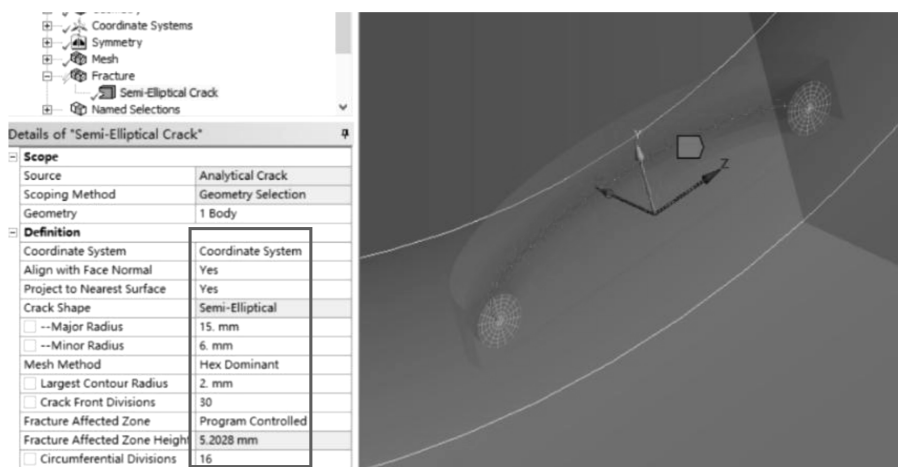

图 8-6 定义裂纹
(1) 在导航树上, 右键单击【Model (A4)】→【Insert】→【Fracture】插入断裂工具。
(2) 选择三通接头管模型: 右键单击【Fracture】→【Insert】→【Semi-Elliptical Crack】, 单击【Semi-Elliptical Crack】→【Details of “Semi-Elliptical Crack”】→【Definition】→【Coordinate System】= Coordinate System, 【Major Radius】= 15, 【Minor Radius】= 6, 【Largest Contour Radius】= 2, 【Crack Front Divisions】= 30, 其他默认, 【Circumferential Divisions】= 16, 如图 8-6 所示。